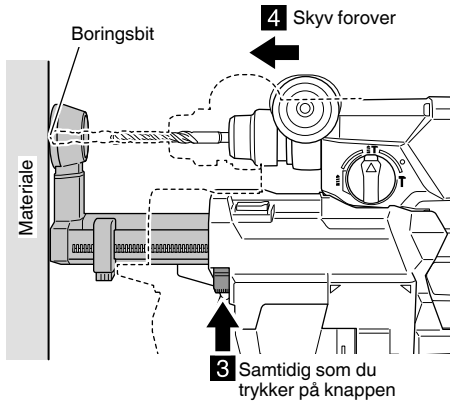

Fig. 6
- (3) Mens du trykker dysejusteringsknappen i pilens retning, press verktøyet mot materialet, tillat at dyseposisjonen kortes ned til den når posisjonen der hvor boringsbiten kommer i kontakt med materialet. (Fig. 6)